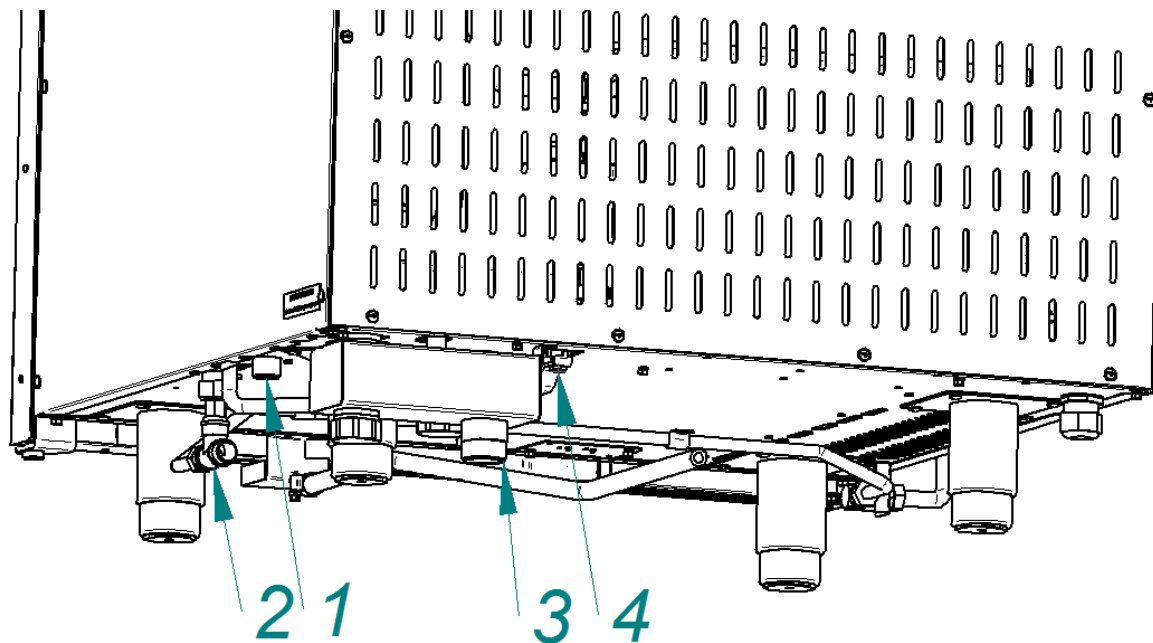

Рис. 4. Подключение к системе водоснабжения
- G3/4 (см. рис. 4 поз. 1 (наружная резьба)) – бойлер. Подключать только через водоумягчительную установку. Рекомендуется установить BRITA PURITY C300 Quell ST.;
- G1/2" (см. рис. 4 поз. 2 (наружная резьба)) – душевому устройству и охлаждение коробки слива. Допускается подключать к системе водоснабжения без водоумягчителя.
- подключите пароконвектомат к системе канализации используя шланг, входящий в комплект поставки - подключение через штуцер с резьбой G1 1/4" рис. 4 поз. 3. К канализационной сети следует предусматривать присоединение с разрывом струи не менее 20 мм. от верха приемной воронки (СНиП 2.04. 01-85 п. 17.11. см. рис. 12).